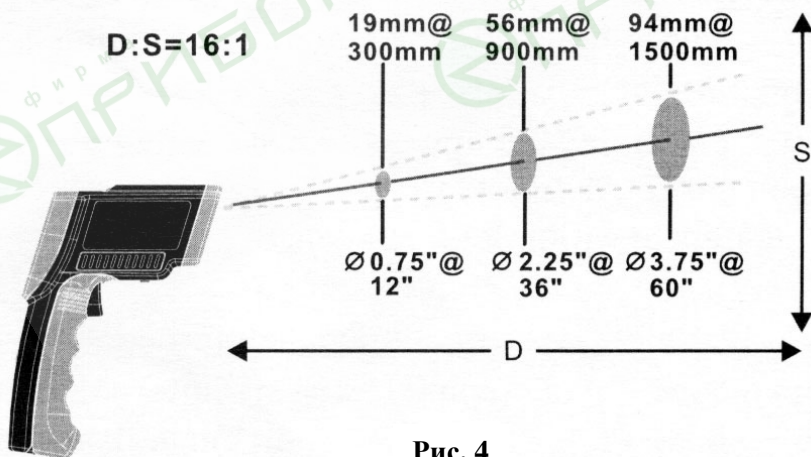

Рис. 4
2. С увеличением расстояния до объекта увеличивается и размер пятна измеряемой области. Отношение расстояния к размеру пятна измерения составляет 16:1 (см. рис.4).